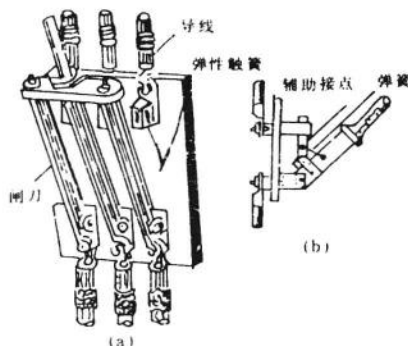

图 7-1-4 大型闸刀开关弹性触簧示意图
(1) 闸刀开关应设在开关箱内,并要设置箱门。木制开关箱的内表面要钉上镀锌白铁皮,以防起火时蔓延扩大,金属开关箱应接地。
(2) 开关设备的位置应固定,附近不能堆放可燃物。室外操作开关要放在开关箱内。开关箱距地面高度宜为 1.5m。
(3) 在切断大型用电设备的电路时,如图 7-1-4(a)所示的大型闸刀开关的闸刀 1 与弹性触簧 3 之间会产生电弧,使闸刀和接触点部分烧焦。为了减少闸刀的烧损,电路应尽快断开。为此,要在闸刀开关的闸刀上安装带有弹簧 5 的辅助触点 4,如图 7-1-4(b)所示。当这种辅助触点在拉开闸刀开关时,闸刀就会首先拉紧辅助弹簧,在弹簧作用下,使电路瞬间断开,由于时间短,产生的电弧小,就可能大大减少接触点的烧损。